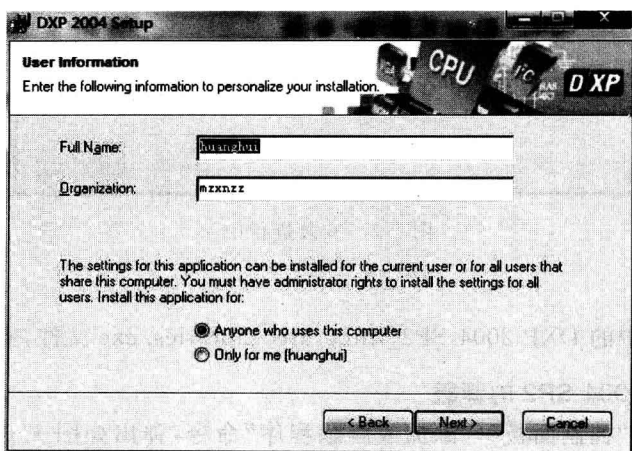

图 1.3 输入用户信息
③ 单击 Next 按钮,弹出如图 1.3 所示的输入用户信息窗口,在 Full Name 栏中输入用户名,在 Organization 栏中输入组织机构名称。如果要安装网络版,选择 Anyone who uses this computer 选项;如果要安装单机版,选择 Only for me 选项。